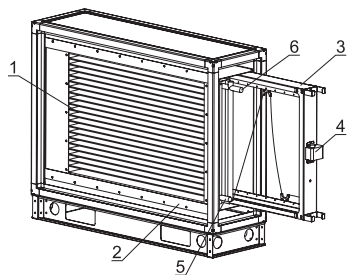

Рисунок 10
Водяной воздухонагреватель (рис. 10) предназначен для нагрева воздуха и представляет собой медно-алюминиевый теплообменник (1), поверхность нагрева которого образована пучком медных труб, оребренных пластинами из алюминиевой фольги. Температура теплоносителя не должна превышать +130°C, рабочее давление – не более 12 атм. В качестве теплоносителя используется вода и незамерзающие смеси. Для защиты от замерзания теплообменника необходимо устанавливать датчик температуры воды обратного теплоносителя (на выпускном коллекторе) и капиллярный термостат (4) (поставляются в комплекте с щитом управления). Капиллярный термостат необходимо устанавливать на специальную рамку (3), располагаемую после теплообменника по ходу движения воздуха. Для этого необходимо демонтировать съёмную панель, извлечь рамку и растянуть трубку термостата по её сечению. Нагреватель можно извлечь, потянув его на себя по направляющим (2). Для слива теплоносителя и выпуска воздуха из контура теплообменника можно использовать заглушки на патрубках (5) и (6).